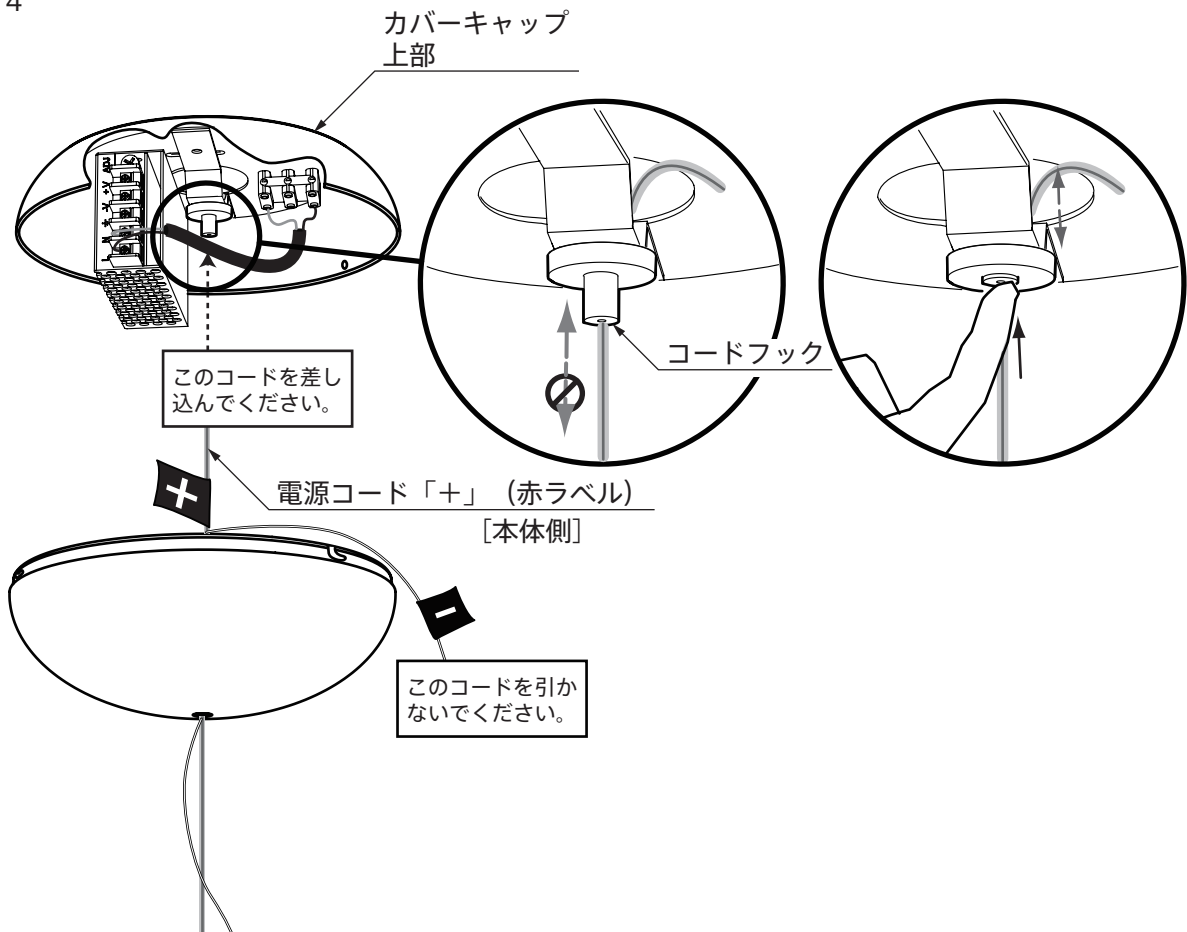

図5
5. 本体側の「+ (赤ラベル)」の電源コードの長さを調整し、トランスに接続します。(図5)